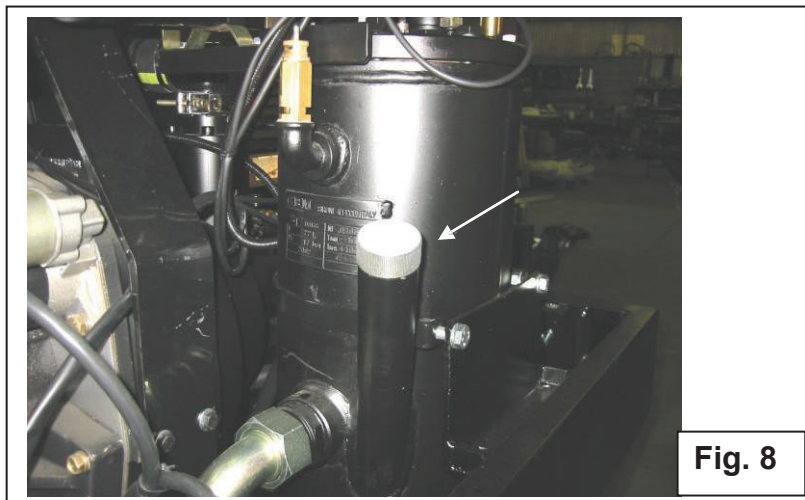

Fig. 8
- Înainte de deșurubarea capacului de umplere (fig. 8 partea A), în care este fixată tija de nivel gradat, asigurați-vă că sistemul nu mai este sub presiune (**manometrul trebuie să indice 0 bari**)